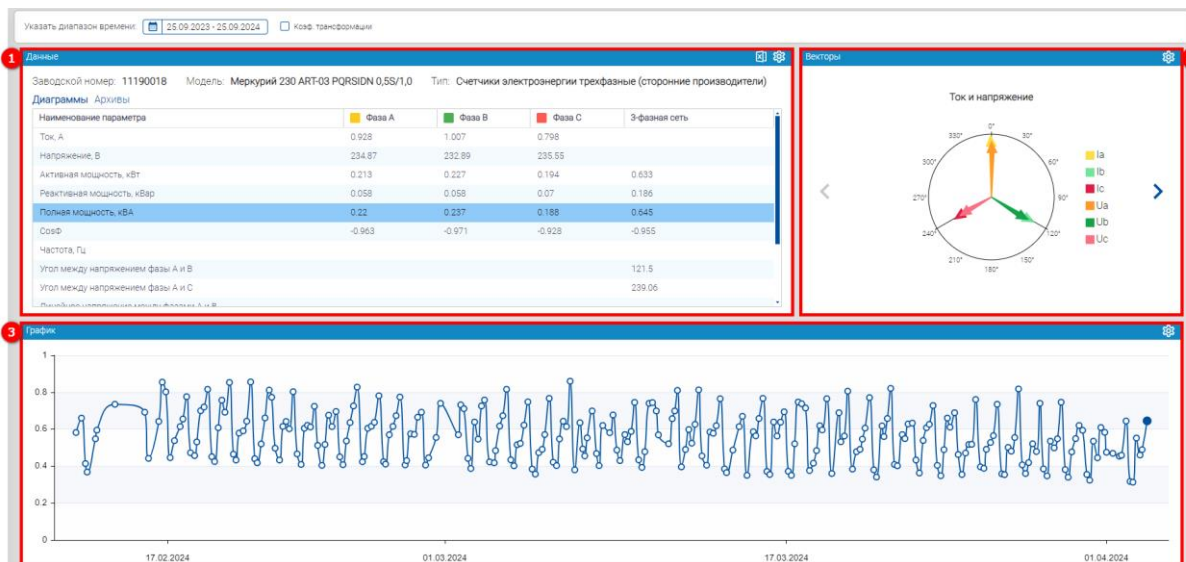

Рисунок 47 – Параметры сети
В основном окне информация будет представлена в трех окнах: окно **Данные**, в котором данные будут отражаться в виде таблицы (1) (см. рисунок 47), окно **Векторы**, где будут отражены векторные диаграммы(2) и окно **График**, где будут отражены данные в виде графика (3).